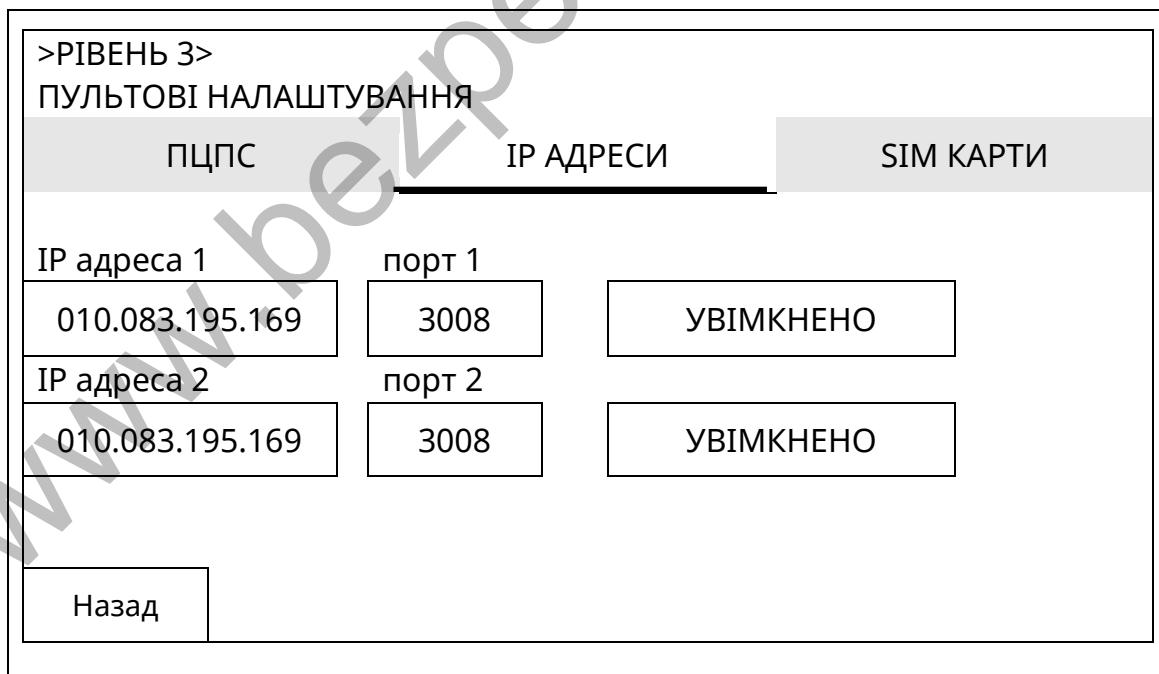

Рисунок 10.11.2 – Вікно налаштувань IP-каналів зв'язку
10.11.2 Якщо доторкнутися до поля [**IP АДРЕСИ**], відкривається вікно налаштувань каналів зв'язку (рис. 10.11.2), в якому забезпечується введення адрес та номерів портів ПЦПС. Канал 1 з IP-адресою 1 є основним.